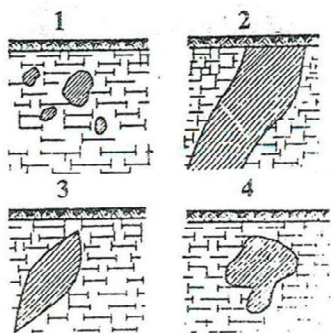

Рис. 1.19
3. На рис.1.19 показаны некоторые из форм залегания месторождений. Укажите линзообразную залежь.